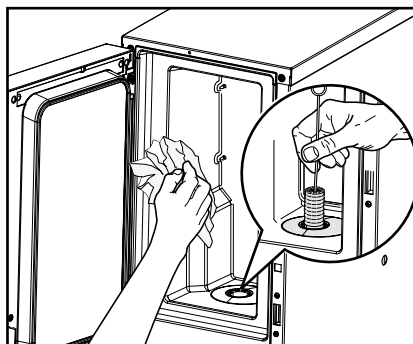

Bild 35
4. Rengör kylfacket invändigt (bild 35):